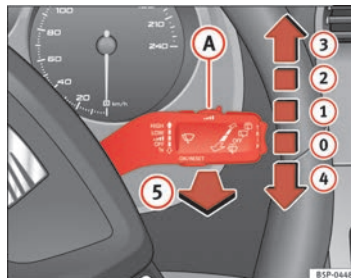

Abb. 85 Scheibenwischer- und Scheibenwascherhebel
Der Scheibenwischerhebel → Abb. 85 hat folgende Stellungen:
- Wenn bei eingeschalteter Wischerstufe **2** ⇒ Seite 135, Abb. 85 oder **3** das Fahrzeug anhält, wird automatisch auf die nächste Stufe heruntergeschaltet. Fährt das Fahrzeug wieder an, wird erneut auf die eingestellte Wischerstufe hochgeschaltet.